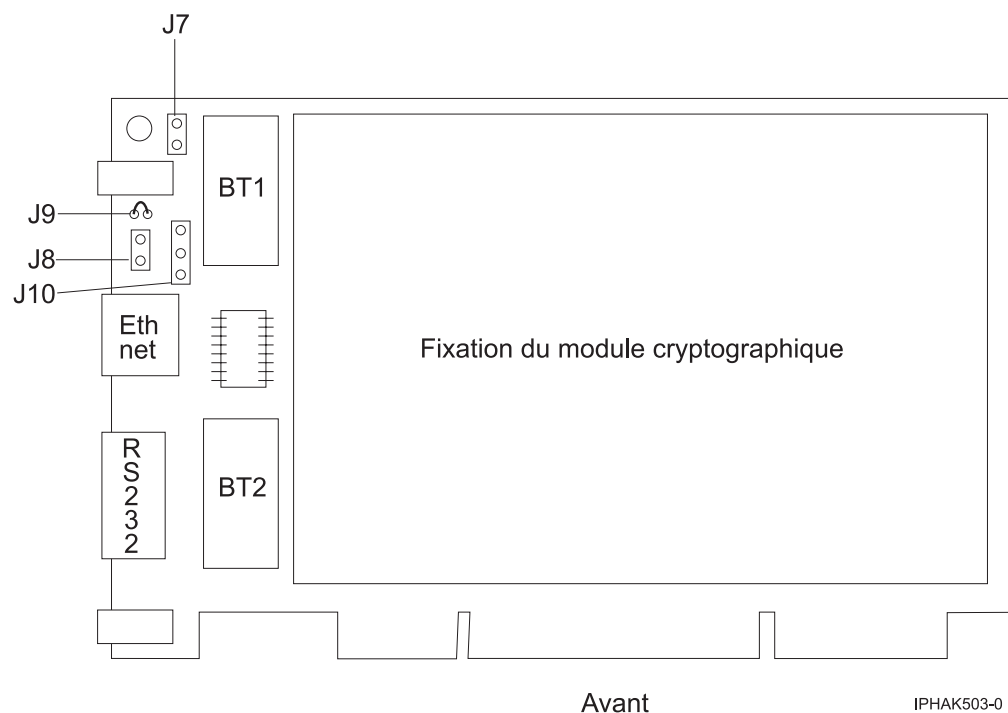

Figure 45. Recto de l'adaptateur
6. Insérez l'une des nouvelles batteries dans le bloc de batteries fourni avec le kit. Alignez le + de la batterie avec le + du bloc de batteries (l'extrémité avec le câble rouge). Connectez les câbles du bloc au connecteur J10 situé près du port série RS-232, comme illustré dans la figure 45, à la page 169. Le connecteur est polarisé pour garantir un branchement correct.